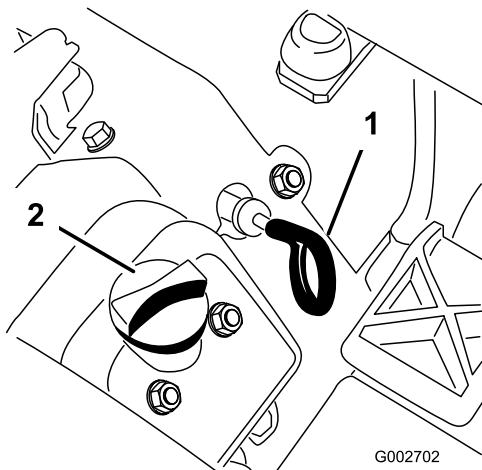

Figura 15
3. Estrae l'asta di livello (Figura 15) e asciugatela con un panno pulito.